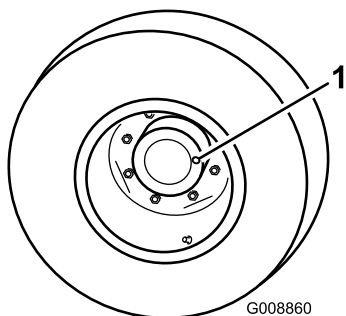

Figura 41
1. Con la macchina parcheggiata su una superficie piana, posizionate la ruota in modo che il tappo di controllo/riempimento (Figura 41) si trovi nella posizione ore tre o nove.
2. Togliete il tappo dal ruotismo planetario (Figura 41). L'olio deve raggiungere la base del foro di controllo sul lato posteriore del freno.